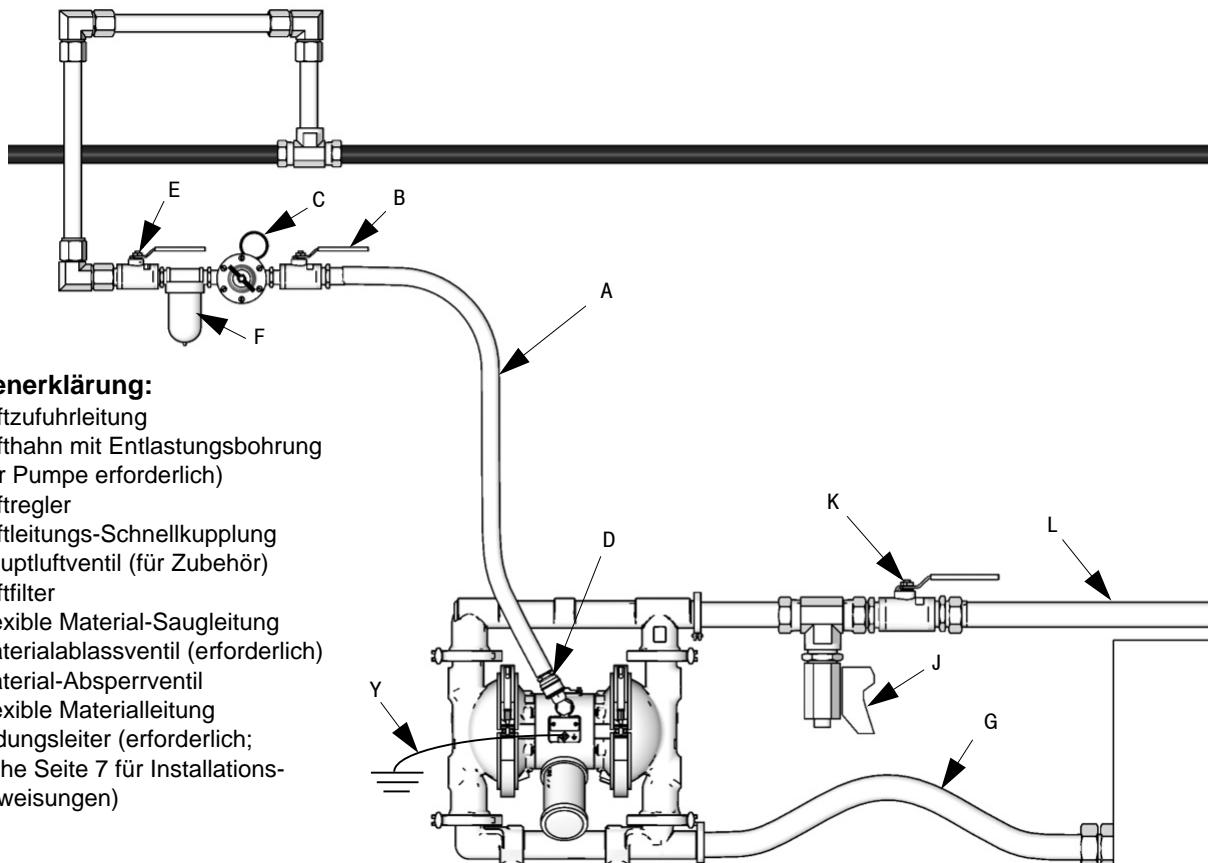

ABB. 2 Typische Bodenmontage
- Die in ABB. 2 gezeigte typische Installation stellt nur eine Richtlinie für die Auswahl und den Einbau von Systemkomponenten dar. Bei der Planung einer Anlage Ihren Anforderungen entsprechend wenden Sie sich bitte an Ihre Verder-Vertretung.
1. Zubehörteile der Luftleitung wie in ABB. 2 gezeigt installieren. Die Zubehörteile an der Wand oder an einer Halterung montieren. Darauf achten, dass die Luftleitung zu den Zubehörteilen geerdet ist.
- a. Zur Steuerung des Materialdrucks einen Luftregler (C) mit Anzeige einbauen. Der Materialauslassdruck ist genau so hoch wie die aktuelle Einstellung des Luftreglers. Der Luftleitungsfilter entfernt Schmutz und Feuchtigkeit aus der Druckluftzufuhr.
- b. Einen Lufthahn mit Entlastungsbohrung (B) in Pumpennähe einbauen und zum Ablassen eingeschlossener Luft verwenden. Sicherstellen, dass der Lufthahn von der Pumpenseite her leicht zugänglich ist, und dass er stromabwärts vom Luftregler eingebaut ist.
1. Nur flexible, geerdete Materialschläuche (L) verwenden.
3. Ein Materialablassventil (J) in der Nähe der Materialauslassöffnung installieren. Siehe den **WARNHINWEIS** oben und ABB. 2.
4. In die Materialauslassleitung ein Absperrventil (K) einbauen.